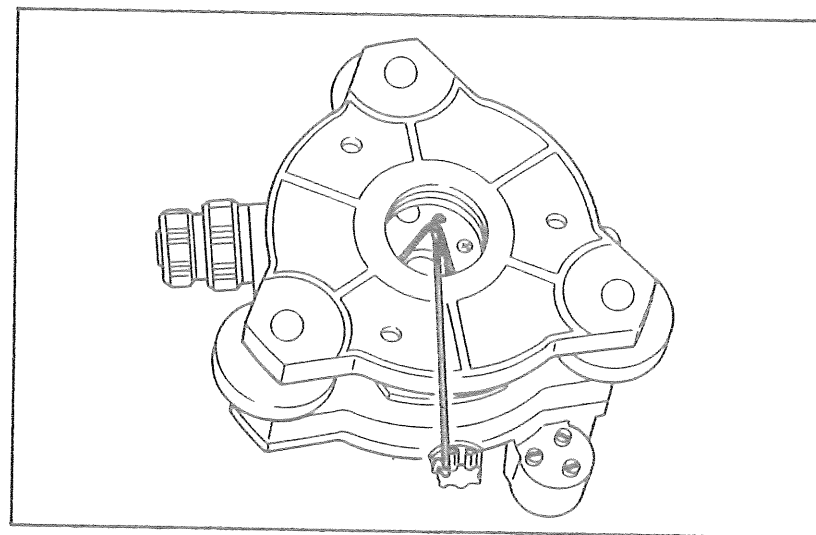
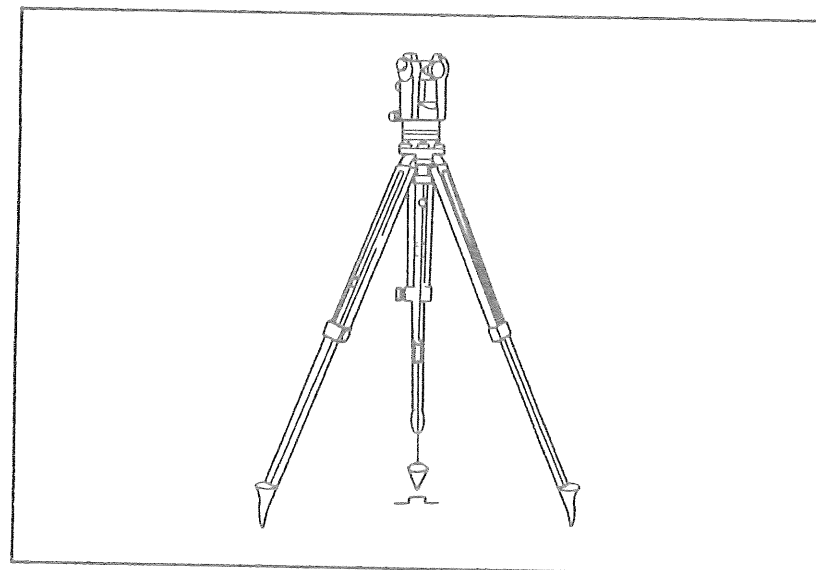

図15
図16
- ①垂球吊紐の掛け金をケースの工具入れから取り出し、本機の底板中心ねじの奥にあるV字金具に引っ掛けます。(図15)
- ②吊紐の掛け金を定心桿の穴に通して、本機を脚頭にのせ、定心桿を底板中心ねじにねじ込み、固定します。
- ③垂球を掛け金に引っ掛け、自在金で紐の長さを調節し、垂球先端を測点の高さに近づけます。(図16)
- ④定心桿をわずかに緩め、本機の整準台外周を両手で支え、脚頭上をすべらせて、垂球先端を測点の中心にだいたい(±10mm)合わせます。
- ⑤センタリング装置のクランプを緩め、装置を摺動して垂球先端を測点の中心に一致させます。